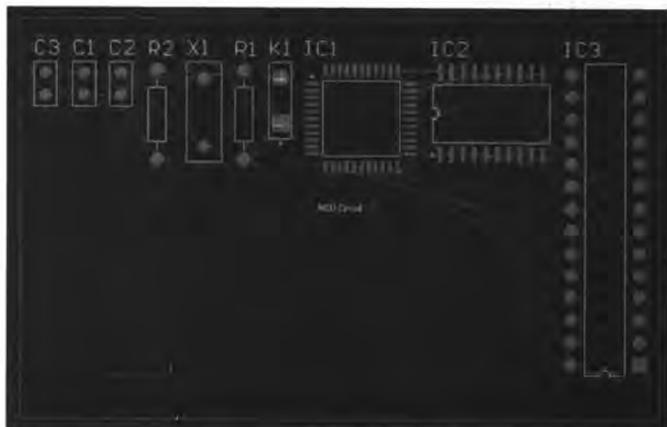

图 9-14 移动 Room 空间
- [2] 选中 Room 空间“MCU Circuit”，拖动光标，将其移到 PCB 的内部，如图 9-14 所示。